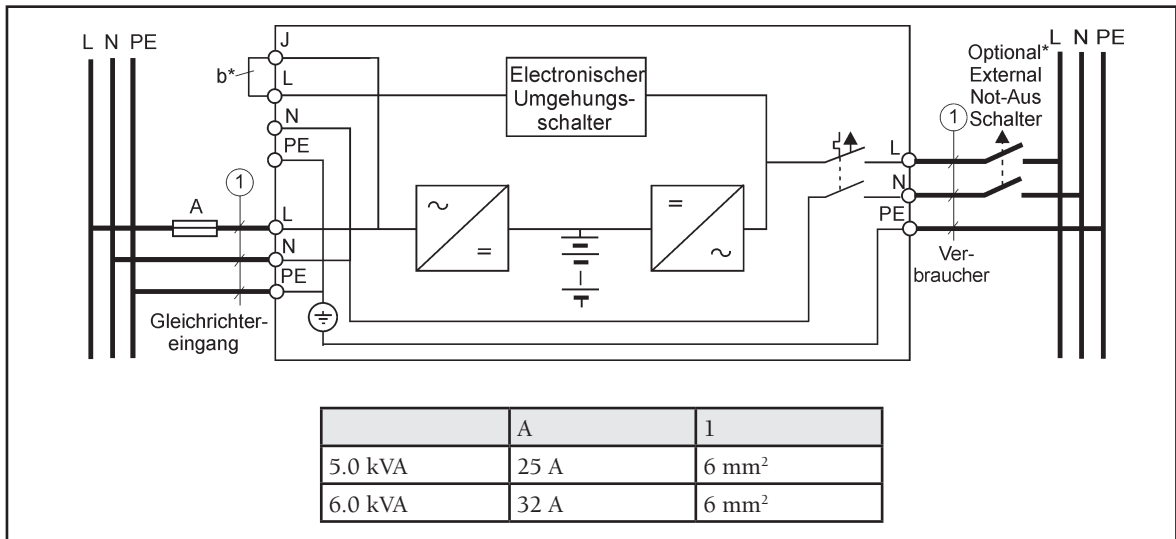
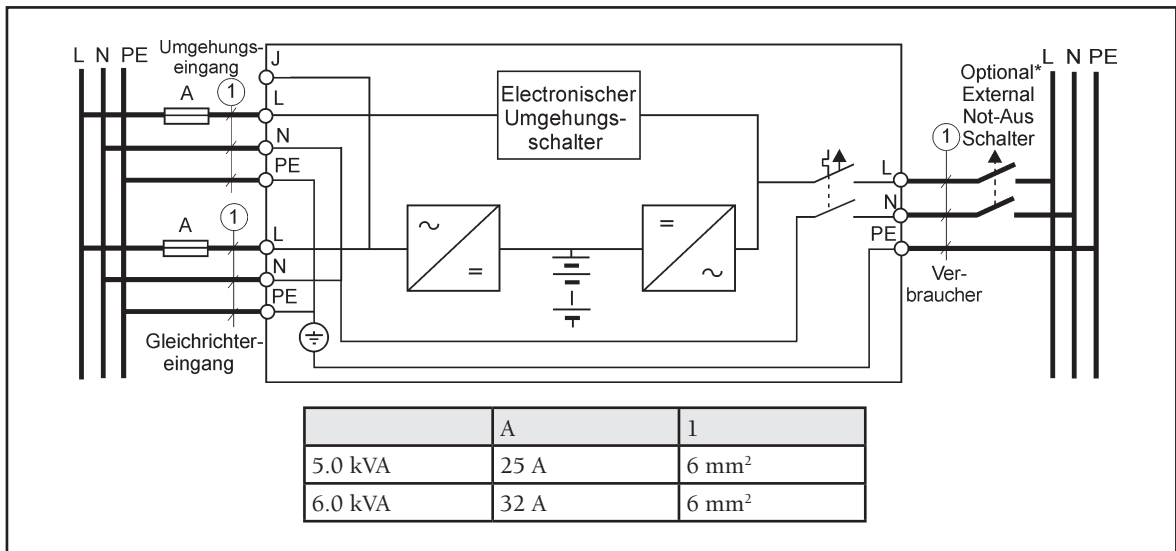

Abb. 4.
Abb. 5.
- Bei Eingang eines Kabels die USV-Anlage entsprechend dem Schaltplan aus Abb. 4 und bei Eingang zweier Kabel die USV-Anlage entsprechend dem Schaltplan aus Abb. 5 anschließen. Beim Anschluss zweier Kabel muss die Drahtbrücke (b*) entfernt werden. (Siehe Abb. 4)
- Der Not-Aus Kontakt befindet sich an der Geräte-Rückseite. Wird dieser Kontakt geöffnet, so schaltet die Steuer-Logik die USV Ausgangsspannung sofort ab (siehe Abb. 4 u. 5). Der Anschluß des Not-Aus Kontaktes ist optional.
- Hinweis! Wenn örtliche Sicherheitsvorschriften eine externe Not-Aus Funktion zur Abschaltung der Ausgangsspannung erfordern, gehen Sie bei der Installation gemäß Abb. 4 u. 5 vor. Beachten Sie dabei örtliche Anschlußbestimmungen.